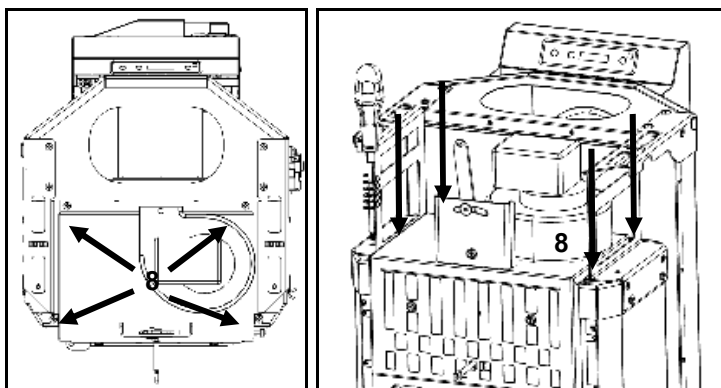

Figura 70 - Fijación del ventilador al equipo
i) Atornille el conjunto de la Figura 70 en la face superior de la cámara de combustión usando 4 tornillos (A) en los orificios preparados (8).